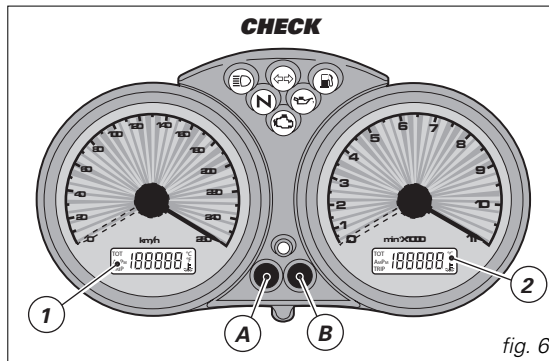

fig. 6
Premendo il pulsante (B) (fig. 6) con chiave **ON** si alterna la visualizzazione del contachilometri parziale e di quello totale.
Tenendo premuto il pulsante (B) (fig. 6) per più di 2 secondi quando è nella funzione **TRIP** (contachilometri parziale), si otterrà l'azzeramento nel display (LCD 1).
Premendo il pulsante (A) (fig. 6) con chiave **ON** si visualizza l'orologio e la temperatura dell'olio.
Se si preme il tasto (B) (fig. 6) entro 5 secondi con la chiave in posizione **ON**, ad ogni pressione sul detto pulsante si avrà una variazione dell'intensità luminosa del cruscotto.